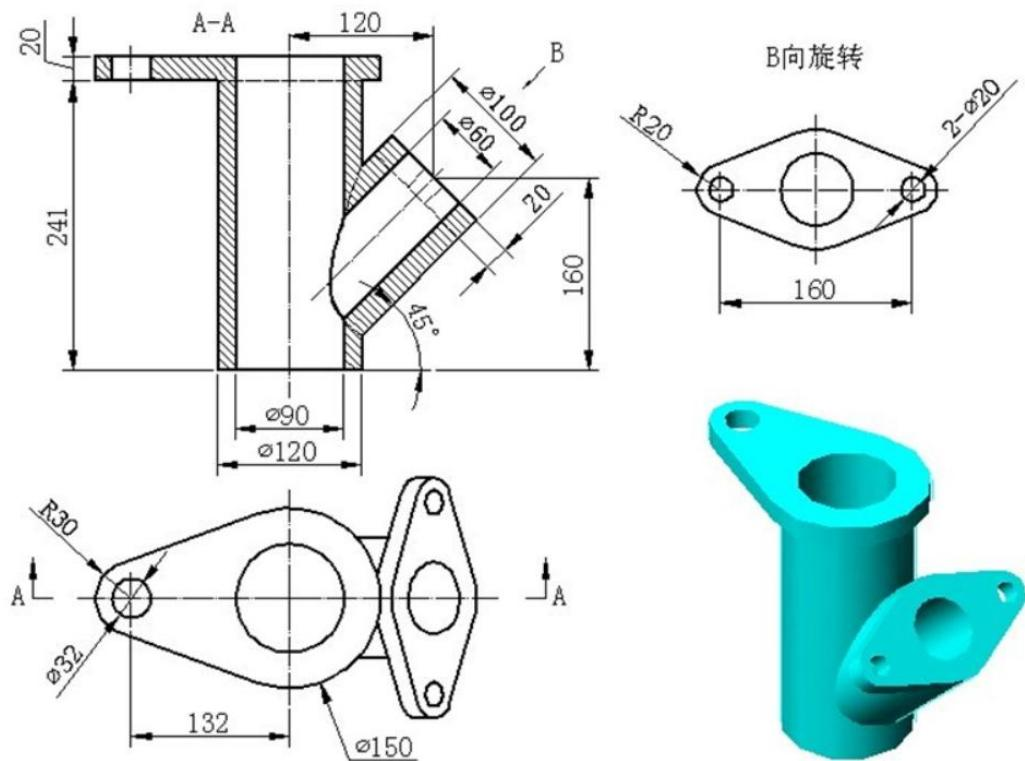

图 J1-8 三维零件 8
- ① 在盘下建立考生文件夹，文件夹名称为“场次-工位号”，所有文件必须保存在考生文件夹中，否则记零分；
- ② 文件名称为“J1-8”，保存在考生文件夹中；
- ③ 根据图 J1-8 所示尺寸完成三维建模；
- ④ 隐藏草图和创建的基准平面；
- ⑤ 考试过程中注意保存，考核结束时考试应立即停止操作，不得关闭电脑，离开考场。